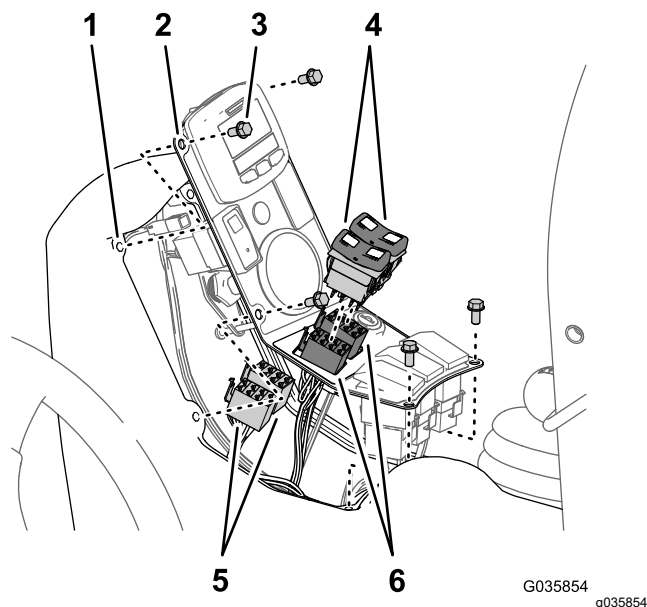
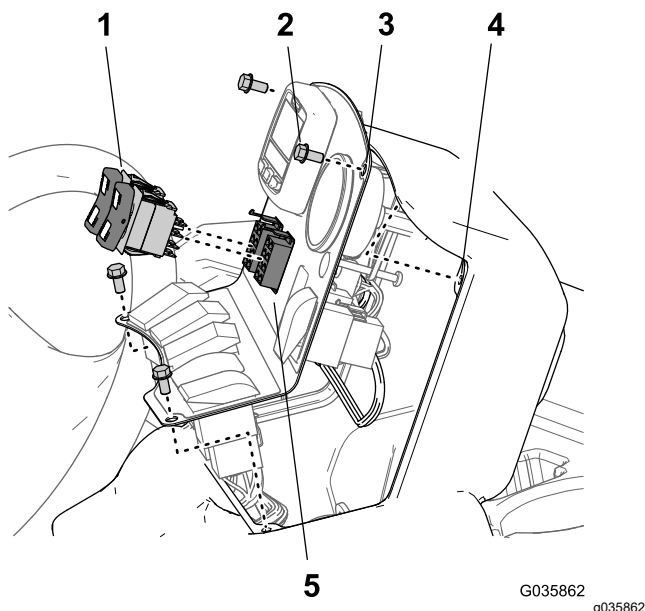

Figura 36
Figura 37
1. Scoateți cele 4 uruburi cu guler ($\frac{1}{4} \times \frac{1}{2}$ ") care fixează panoul de comutatorului la consola centrală și ridicați panoul (Figura 36 sau Figura 27).
2. Deconectai conectorii cu 8 orificii ai cablului mainii de la comutatoarele de ridicare a braului (Figura 36 sau Figura 37).
3. Conectai comutatoarele culbutor la conectorii cu 8 orificii ai cablului pentru setul de finisare a braului ultra sonic (Figura 36 sau Figura 37).
5. Aliniați orificiile din panoul comutatorului cu cadrul consolei (Figura 36 sau Figura 37).
6. Fixați capacul lateral de pe consola centrală cu cele 4 uruburi cu guler ($\frac{1}{4} \times \frac{1}{2}$ ") (Figura 36 sau Figura 37) pe care le-ai îndepărtat la pasul 1.